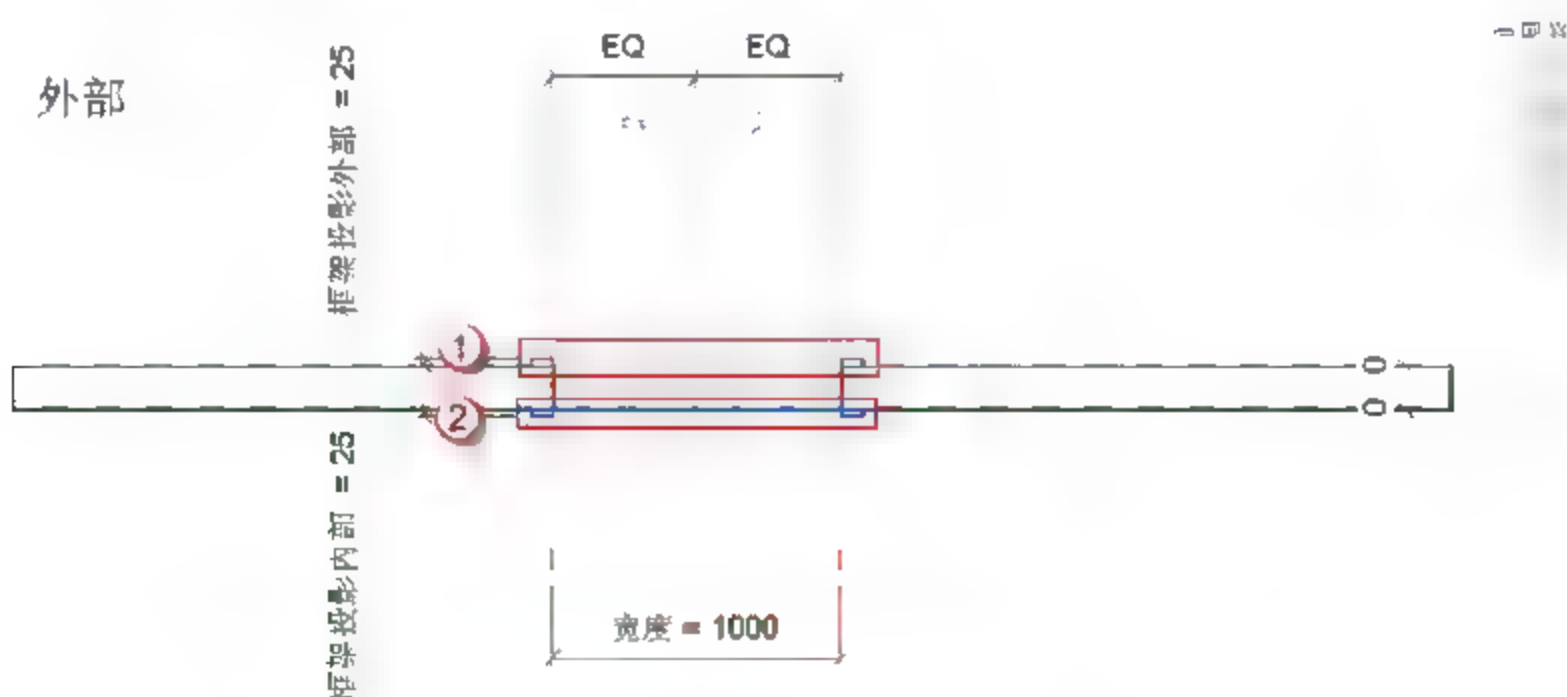
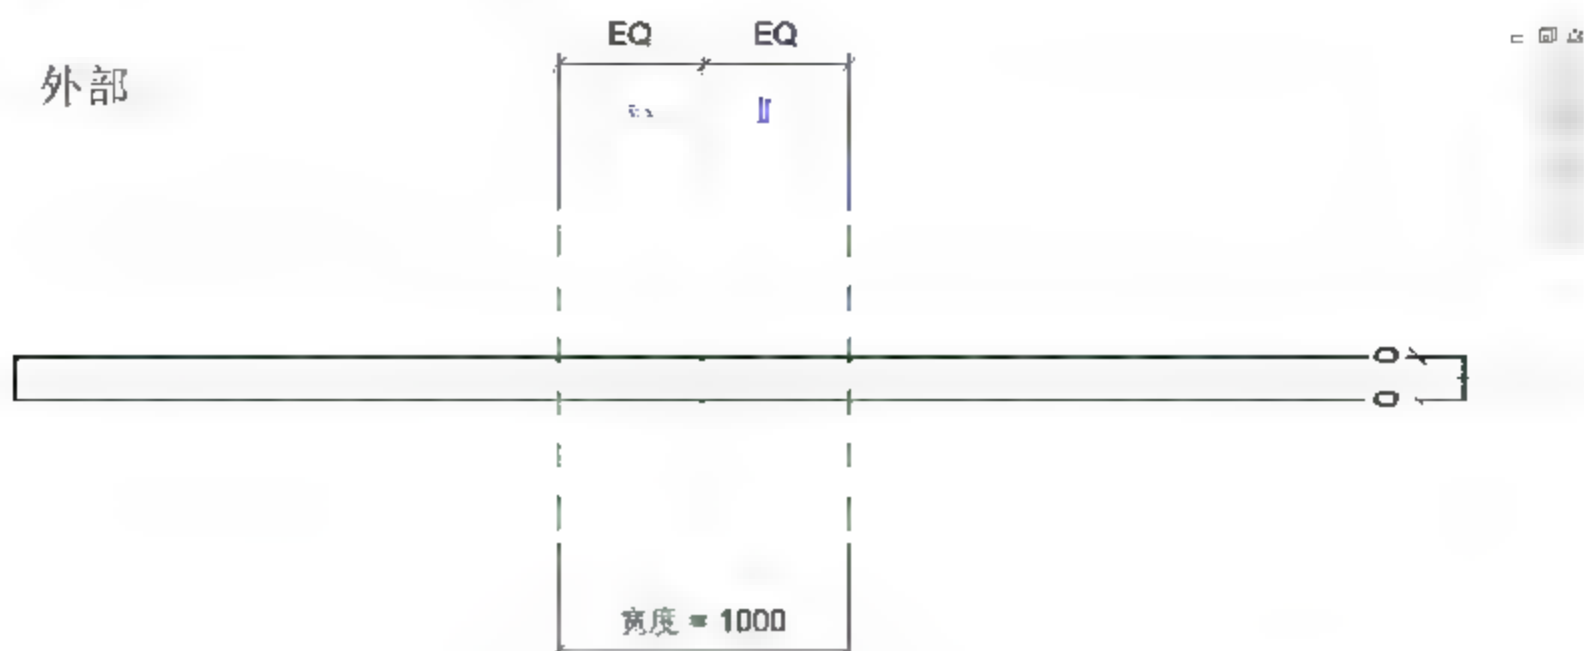

图 6.1.45 选定“框架/竖挺：拉伸”
图 6.1.46 删除“框架/竖挺：拉伸”
(2) 删除公制门框架。按 Ctrl 键，多选上“框架/竖挺：拉伸”，如图 6.1.45 所示。按 Delete 键将其删除，删除后如图 6.1.46 所示。